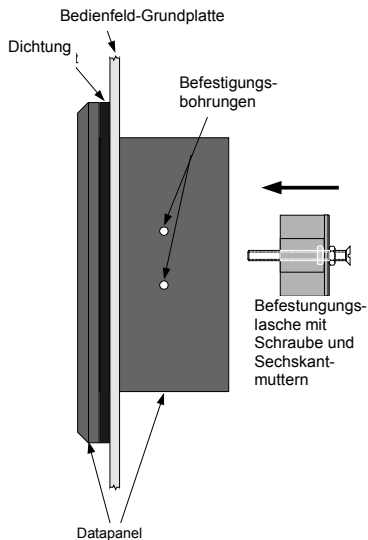

Abbildung 2-2: Datapanel-Einbau, Seitenansicht
4. Setzen Sie wie in Abbildung 2-2 dargestellt das Datapanel von vorn in den Ausschnitt ein.